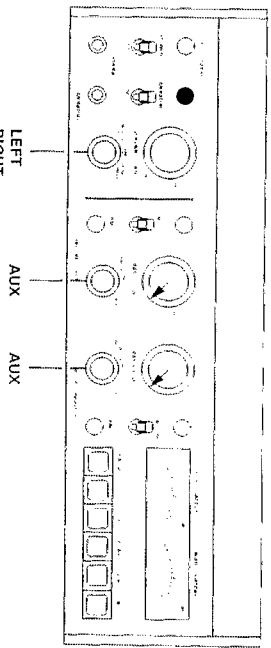

Fig. 6.4-18
- Bedienungselemente nach Fig. 6.4-18 einstellen.
- Set operating controls as per fig. 6.4-18.
- Effectuez les commutations selon la fig. 6.4-18.